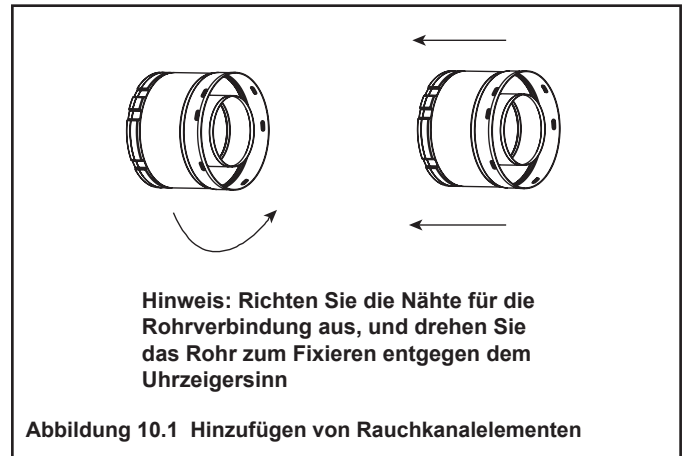

Abbildung 10.2 Dichtung aus temperaturbeständigem Silikon
- Bringen Sie Silikon auf die Innenseite der äußeren Rohrverbindung auf, bevor Sie die Segmente verbinden. Siehe Abbildung 10.2.